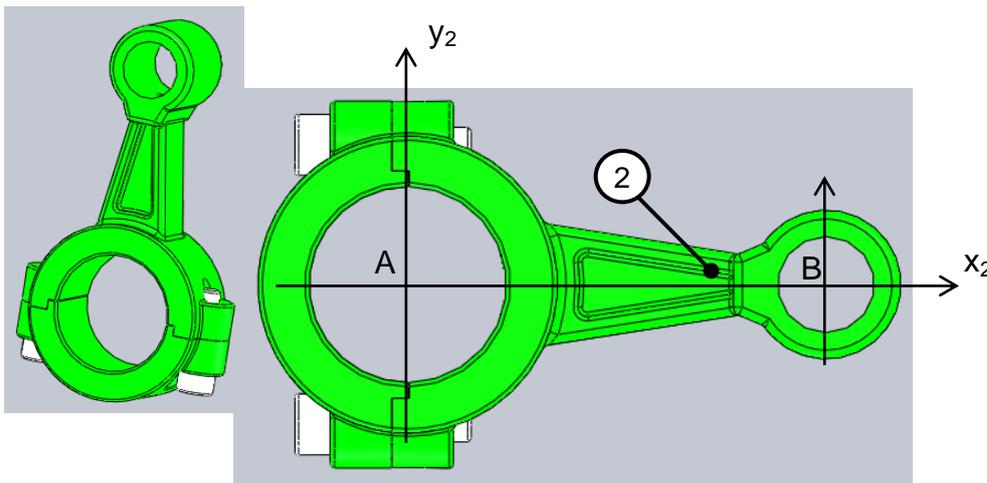

Figure 7
La figure 7 correspond à une représentation volumique de la bielle (2).